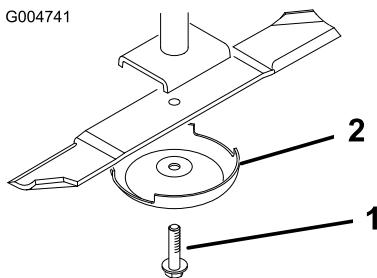

Figura 29
3. Retire del eje de la cuchilla el perno de la cuchilla, el protector de césped y la cuchilla (Figura 29).